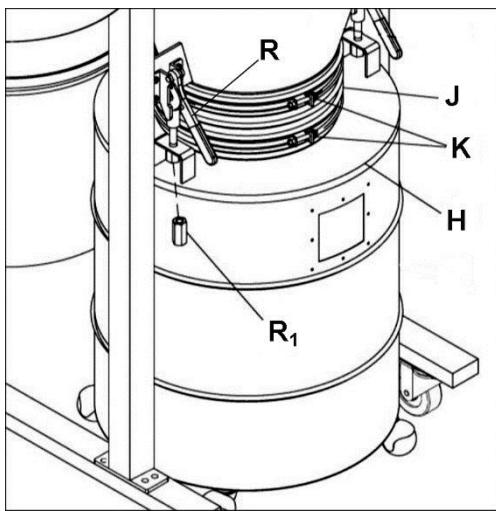

Рис. 12
16. Обмотайте уплотнительную ленту (V) вокруг внешнего края отверстия в контейнере. Уплотнительная лента должна полностью охватывать отверстие.
17. Наденьте шланг (J) на конус воронки и крышку контейнера и зафиксируйте его с помощью 2 хомутов (K), сверху и снизу. См. Рис. 12.
20. Потяните оба рычага быстрого действия (R, Рис. 12) затем присоедините крышку контейнера (H, Рис. 12) к рычагам. Затяните удлиненную гайку (R1, Рис. 12) на каждом рычаге.